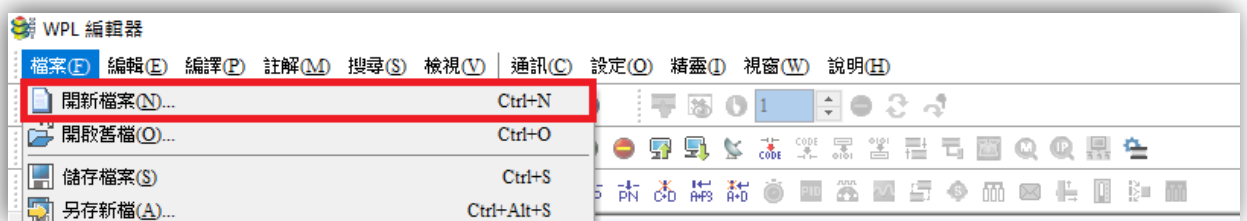

图 16-12
**注记:** 除了上述方式, 也可从菜单栏中的『档案 (F)』选取『开新档案 (N) Ctrl+N』, 如下图 16-12 所示。